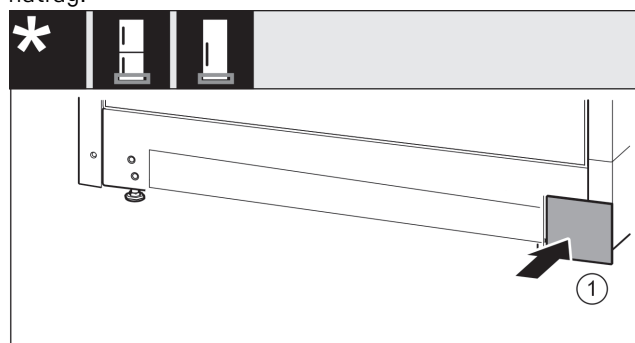

Fig. 17
- Ponovno natakните poklopac Fig. 17 (1) na drugu stranu.